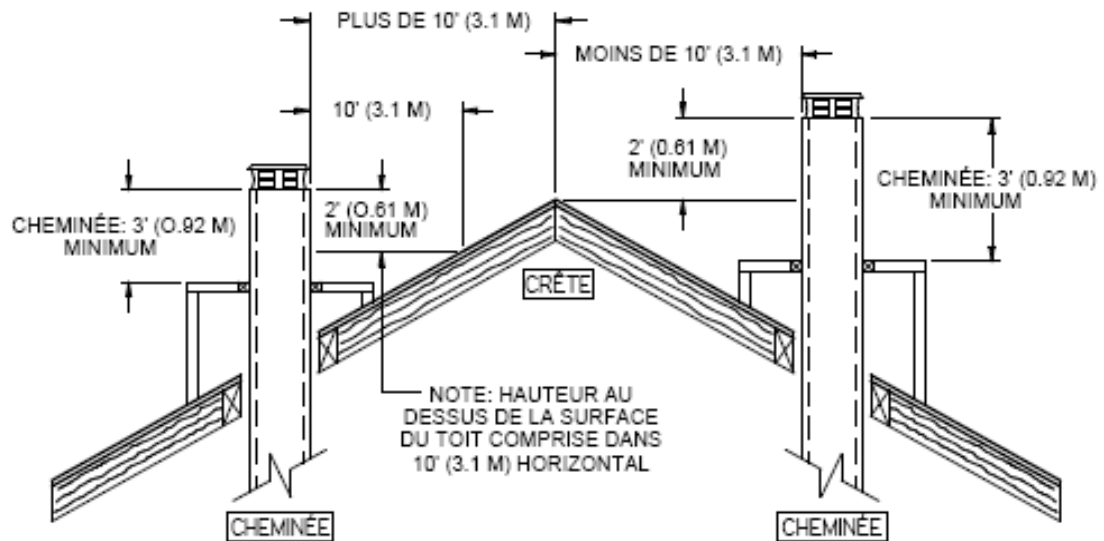

Figure 28a
12. Lorsque vous construisez un habillage de cheminée sur le toit, la cheminée doit dépasser d'au moins 3 pieds (92 cm) au-dessus de l'habillage de cheminée et d'au moins 2 pieds (61 cm) tout mur, toit ou édifice situé à moins de 10 pieds (3,1 m). Consultez les figures **Figure 28a** et **28b** pour déterminer la configuration qui s'applique à votre toit (toit en pente ou plat et distance entre la cheminée et le point le plus élevé du toit et/ou la cheminée la plus proche.)